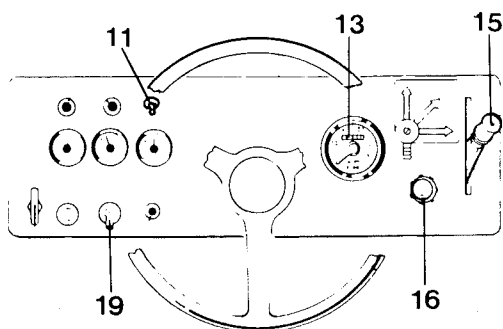

Fig 13
- 1 Kontrollera att vibrationstillslaget (19), fig 13 är i 0-läge.